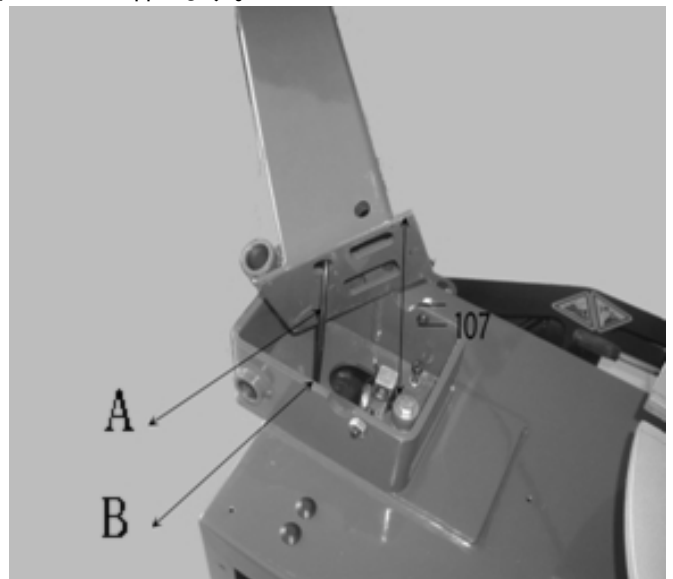
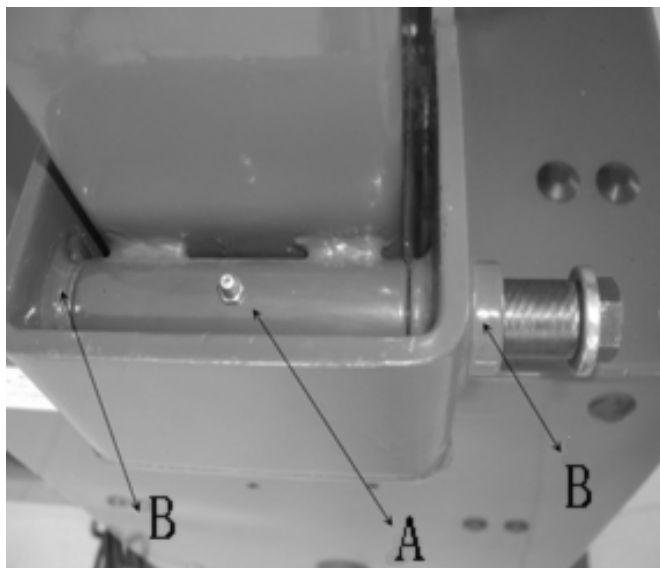

図 4-3
図 4-4
4.2.7 柱を持ち上げて柱底部から出ている PU ホース(図 4-3A)を、本体上部(図 4-3 B)の開口部から挿入します。柱の位置を回転シャフトベースの穴(図 4.4.B)と柱の穴(図 4.4.A)にシャフトが通るように調整します。回転シャフトの一方からナットとワッシャーを取外し(図 4-1A)、シャフトの端がベースフレームより約 1 ミリメートル下にくるようにします。ワッシャーとナットを締め締めトルク 70N・m で締めます。